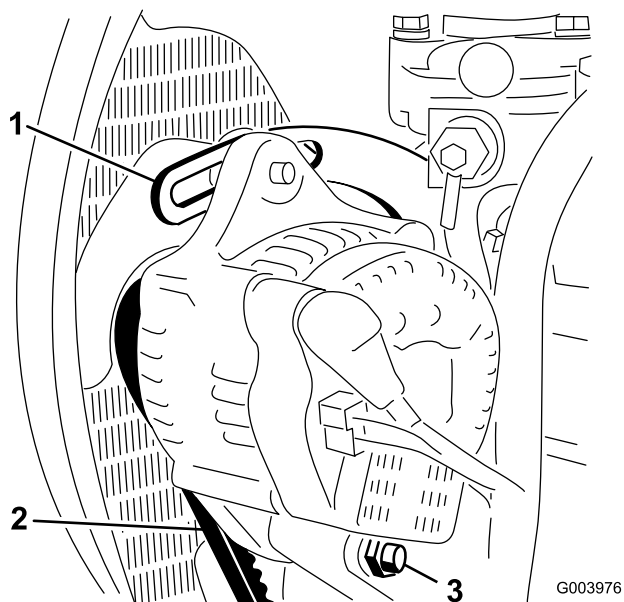

Figura 54
2. Controllate la tensione della cinghia dell'alternatore premendola (Figura 54) al centro tra l'alternatore e le pulegge dell'albero a gomito con una forza di 10 kg.
3. Allentate il bullone che fissa il supporto al motore (Figura 54), il bullone che fissa l'alternatore al supporto ed il bullone di rotazione.